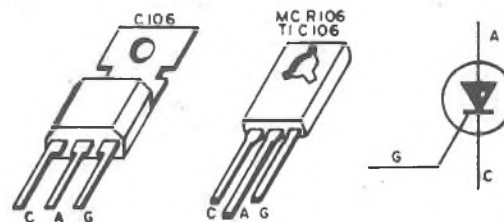

Figura 7
b) Observe a posição dos SCRs que podem ser encontrados em dois tipos de invólucros para o componente indicado. Esses invólucros são mostrados na figura 7. O SCR recomendado é do tipo C106, MCR106 ou TIC106 para uma tensão de 50 V, mas os equivalentes para tensões maiores também podem ser usados sem